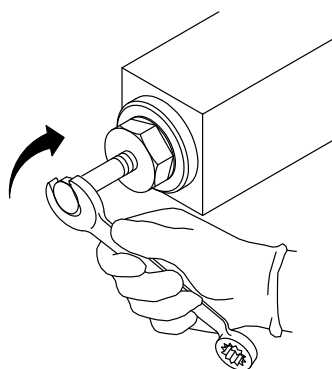

Fig. 5-6
2. Enrosque o parafuso na rosca do furo frontal (Fig. 5-6).